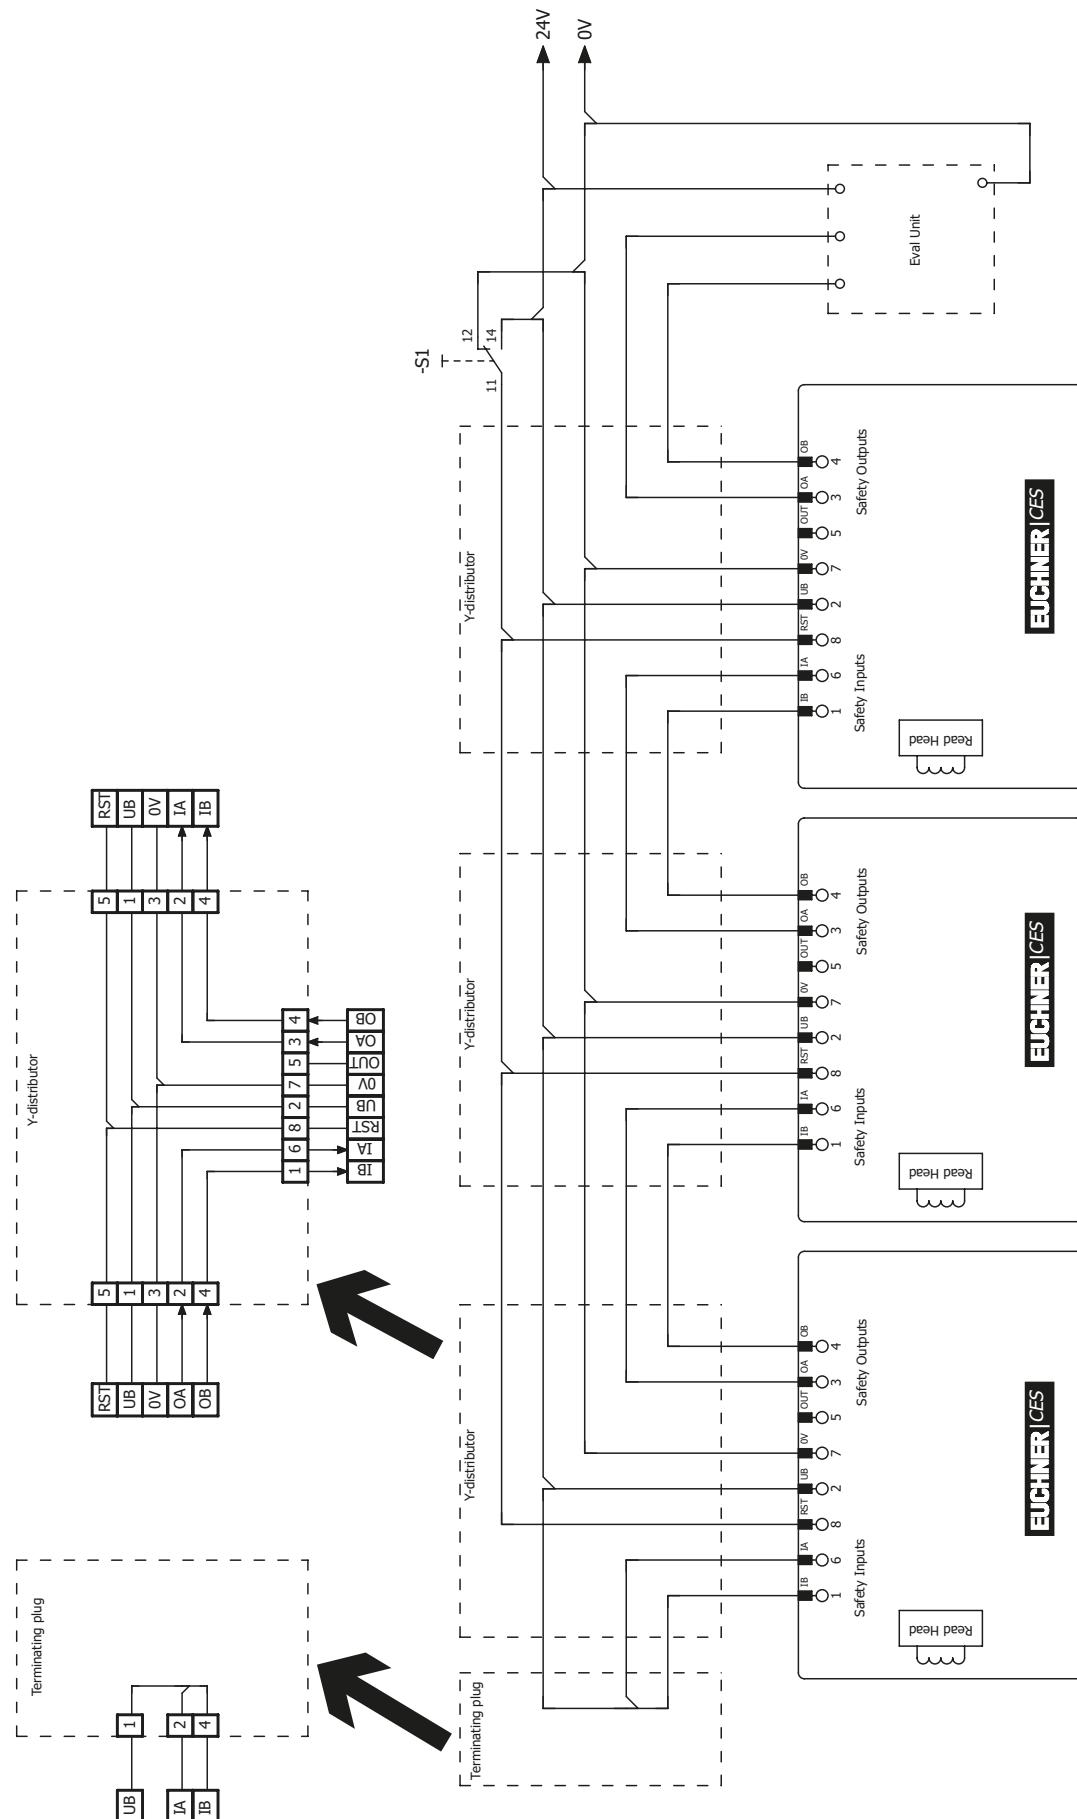

图4：配有复位和转换开关的串联接线示例
- › 开关链中的所有开关都必须使用共同的信号。这可以是转换开关或控制系统的输出。不宜使用按钮，因为工作时复位必须始终连接到GND（请参见第18页的图4中的开关S1）。
为此，必须按第18页的图4所示连接RST输入。